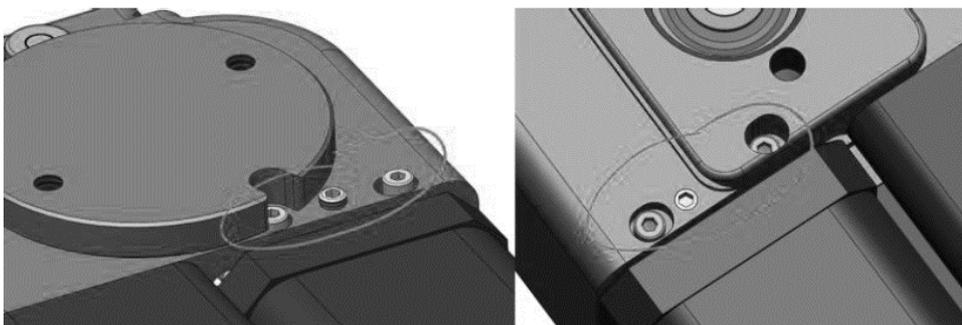

Bild 3
- Vier Zylinderschrauben DIN 912 - M2,5x6 (Bild 3)
- Zwei Madenschrauben DIN 916 - M4x4 (Bild 3)